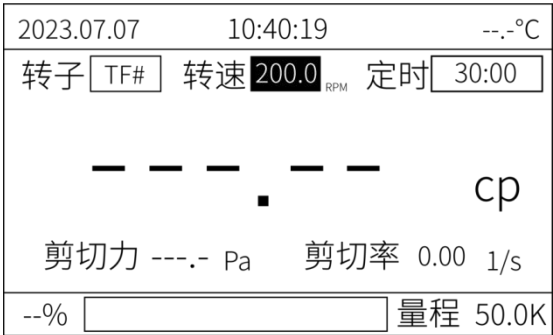

图 3
(6) 按◀或▶键可切换到转速位置，光标停在如图 3 的 200.0 转/分的位置；